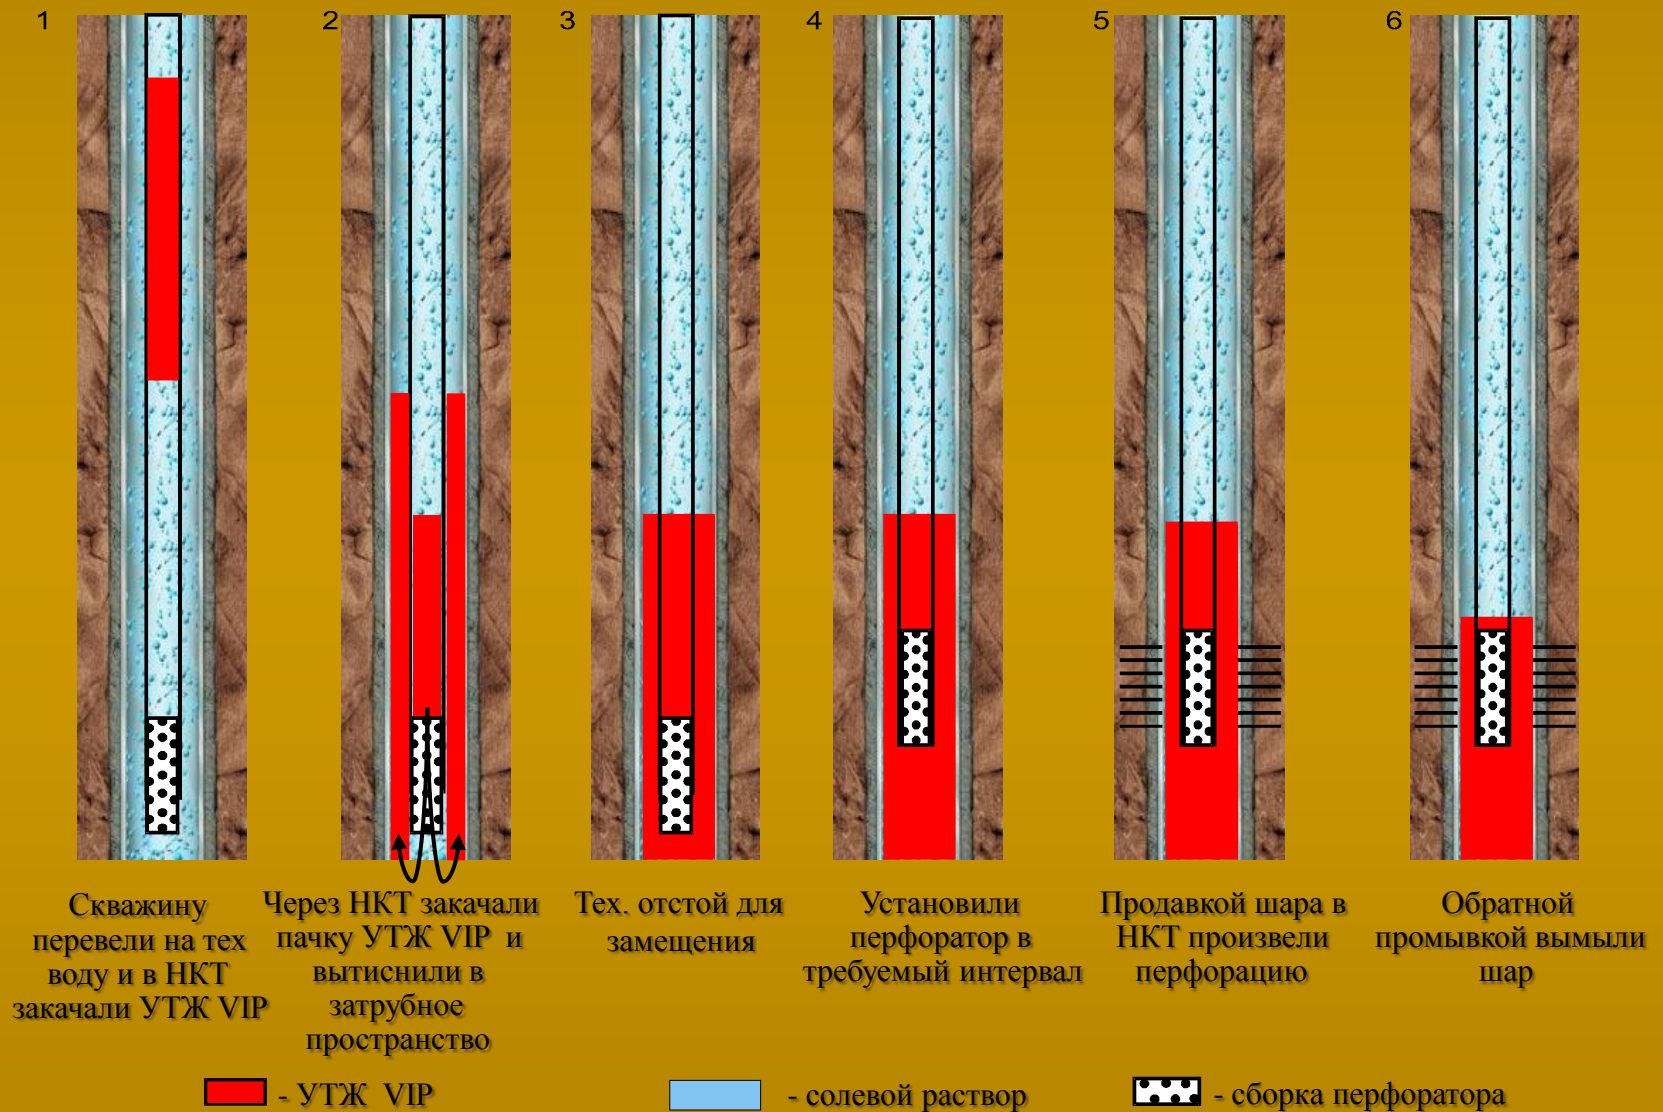

Рис. 4
**На рис. 4 представлено применение УТЖ VIP при вторичном вскрытии пласта.**